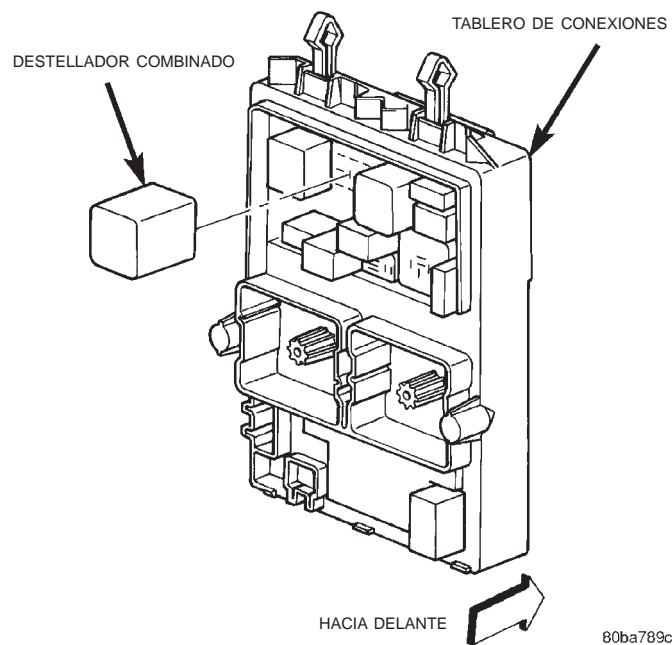

Fig. 4 Destellador combinado
- (1) Desconecte y aisle el cable negativo de la batería.
- (2) Retire la cubierta de la abertura de la columna de dirección del tablero de instrumentos. Consulte el procedimiento en **Cubierta de abertura de la columna de dirección** en la sección Desmontaje e instalación del grupo 8E - Sistemas del tablero de instrumentos.
- (3) Retire el destellador combinado del tablero de conexiones (Fig. 4).